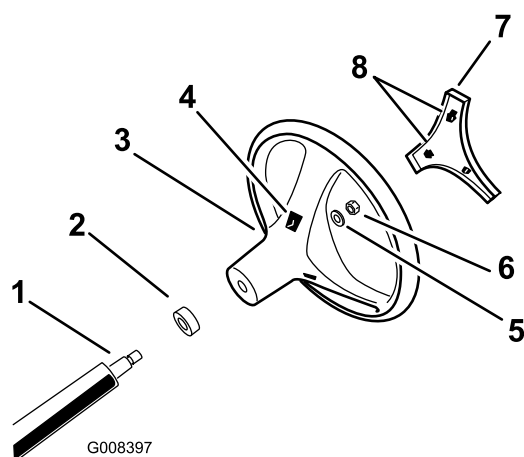

图 3
4. 如图 3 所示使用锁紧螺母将方向盘固定到转向轴上上紧扭矩至 2429N·m。
5. 将盖上的凸耳与方向盘中的凸耳槽对准将中心盖卡入方向盘轮毂图 3。